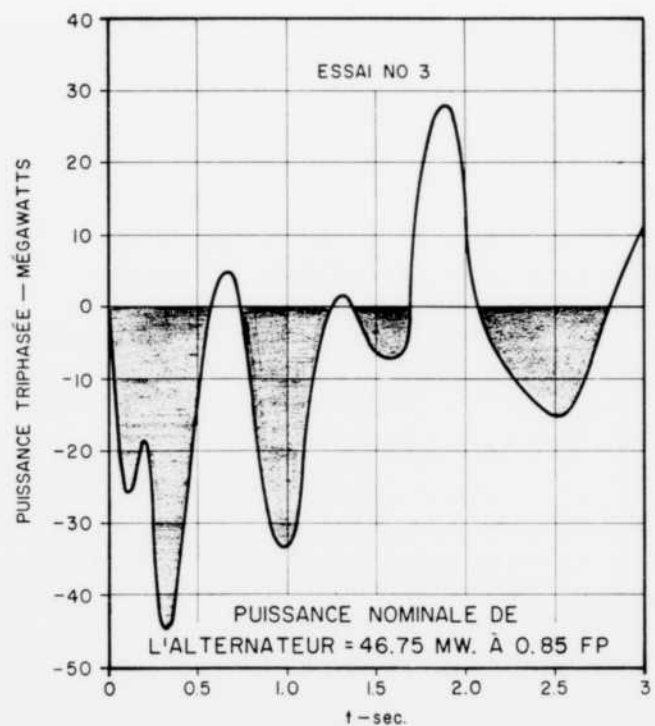

FIGURE 9
- fluctuation de puissance de la génératrice (fig. 9)
Nous avons choisi, pour illustrer ce phénomène, l'essai No 3 qui s'est fait à un glissement de 4½% environ (fig. 9). La première pulsation de puissance atteint la puissance nominale de la machine après un quart de seconde; elle aurait dépassé cette valeur si le couple actif, n'eût été l'ouverture des vannes à 24%, avait eu moins de force.